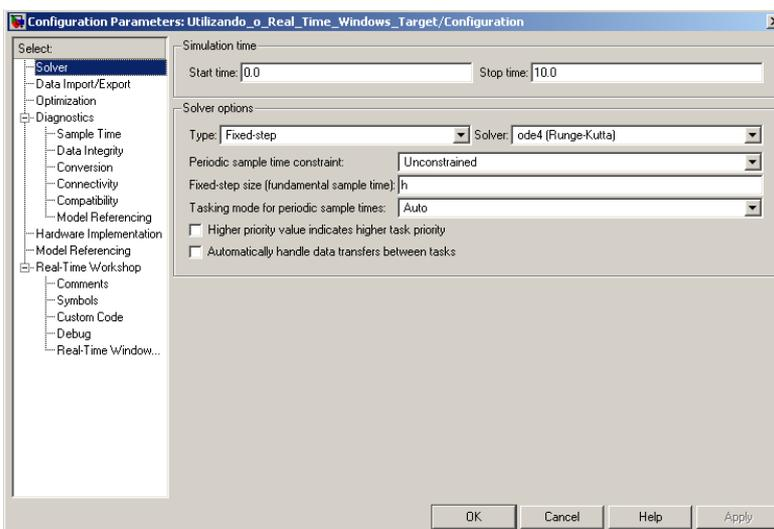

Figura 2.7: Janela para definição dos parâmetros de aquisição e de discretização.
- Escolher, agora, a opção **Solver**, que fará aparecer uma janela como aquela mostrada na figura 2.7.
Ao final desses passos, deve ser obtida uma janela idêntica àquela da figura 2.7.